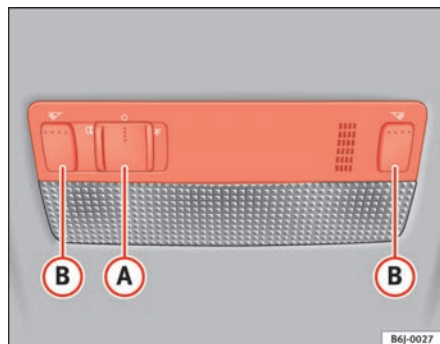

Abb. 58 Leseleuchte vorne
Drücken Sie die entsprechende Taste (B) ⇒ Abb. 58, um die Leseleuchte einzuschalten.